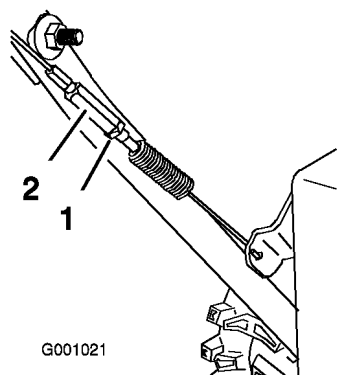

Figura 45
3. Serrate il contro dado (Figura 45).